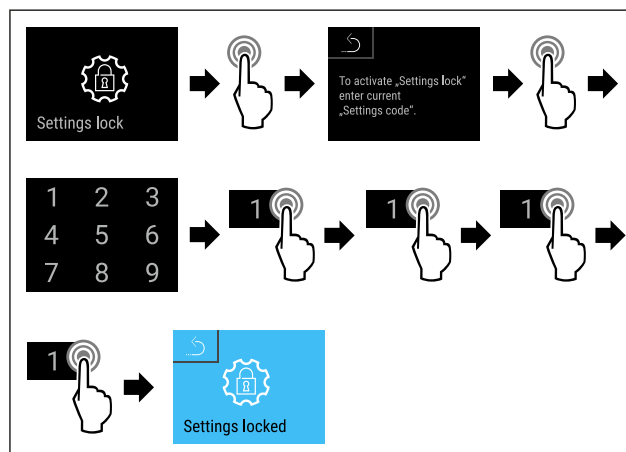

Fig. 88
- Handlungsschritte (siehe Fig. 88) durchführen.